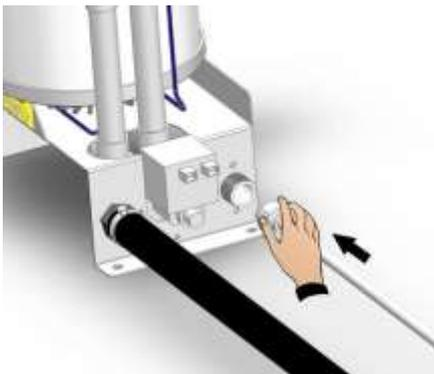

Fig. 21
4. Connectez la ligne d'amenée de l'eau au raccord  $\frac{3}{4}$  GAZ de l'électrovanne (fig. 21 et 22).